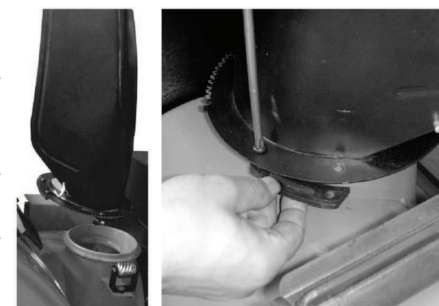

рис. 4
6.3 Установка желоба для выброса снега рис. 4